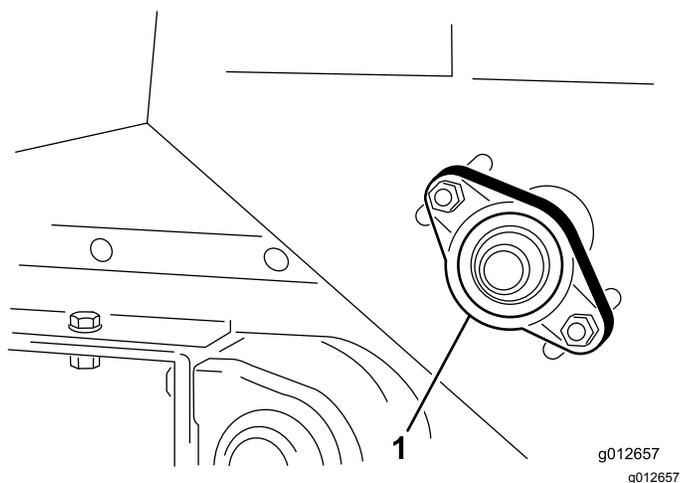

Рисунок 37
1. Ослабьте гайки крепления корпуса подшипника (Рисунок 37) на правой стороне машины.